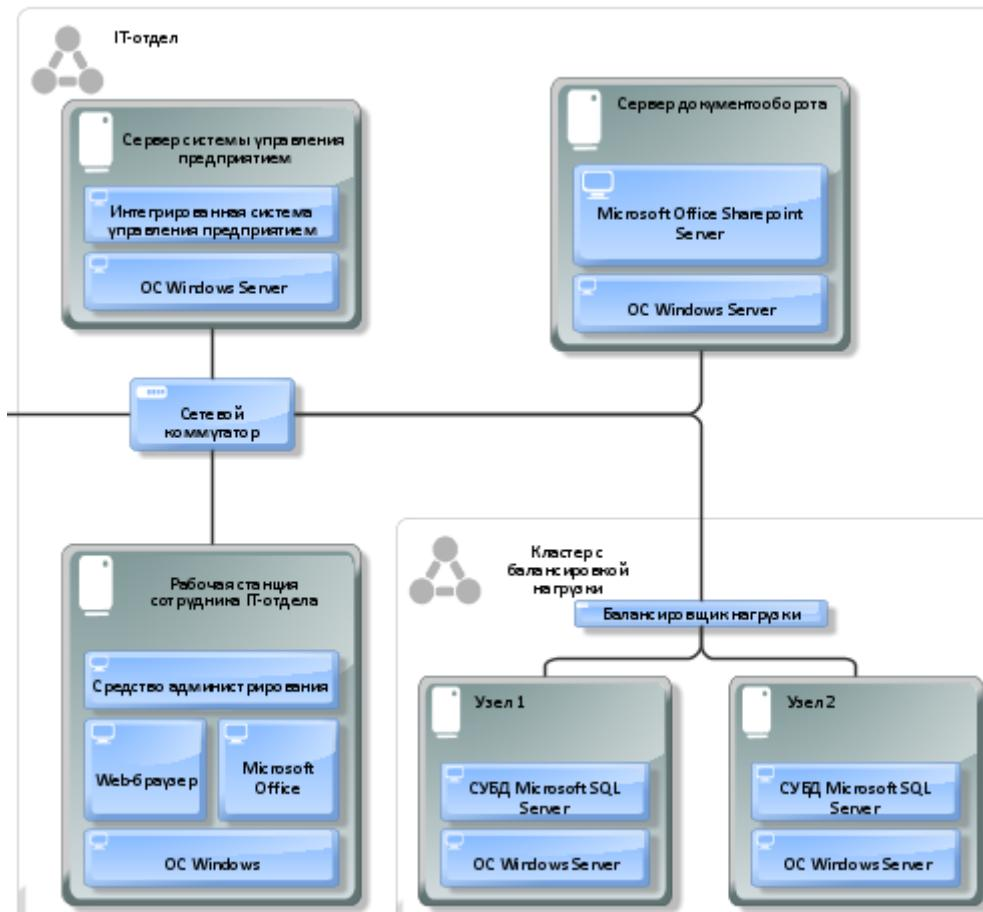

Рисунок 4.13
13. Добавить объекты «Network component», назвав их «Сетевой коммутатор» и «Балансировщик нагрузки» соответственно, и связав их с остальными элементами с помощью объекта «Connection» (рисунок 4.13).